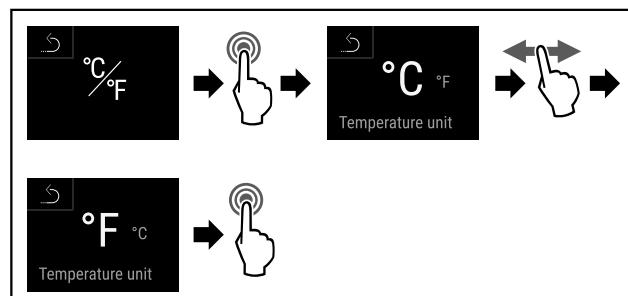

Fig. 108
- Seguir los pasos de procedimiento (consulte Fig. 108).